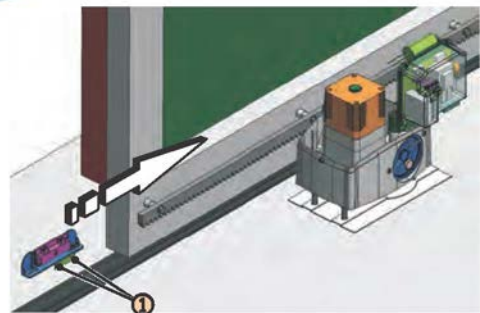

Fig. 19
4. Glisați cremaliera în direcția motorului magnetul cel mai aproape de dispozitiv, a se vedea figura 19. Imediat ce ledul aferent de la oprire se închide, înaintați magnetul cu încă 10 mm și fixați-l cu șuruburile aferente (Fig. 19 ref. 1).